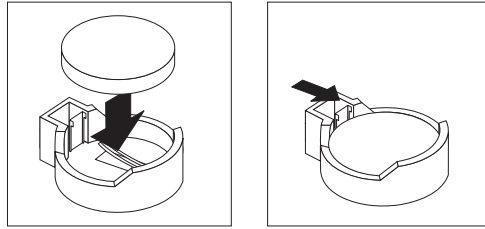

图 9. 插入新电池
- b. 将电池向下按入电池座，直到电池“咔嗒”一声滑到电池夹下为止，如图 9 所示。